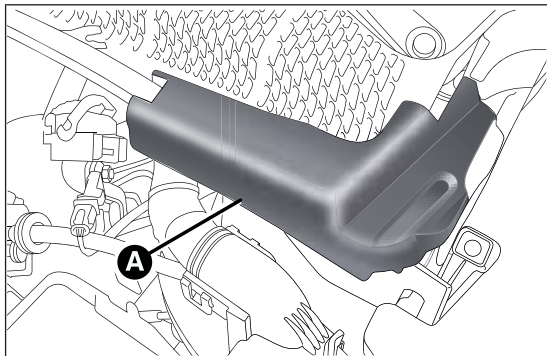

fig. 148
- déplacer le couvercle A fig. 148 ;